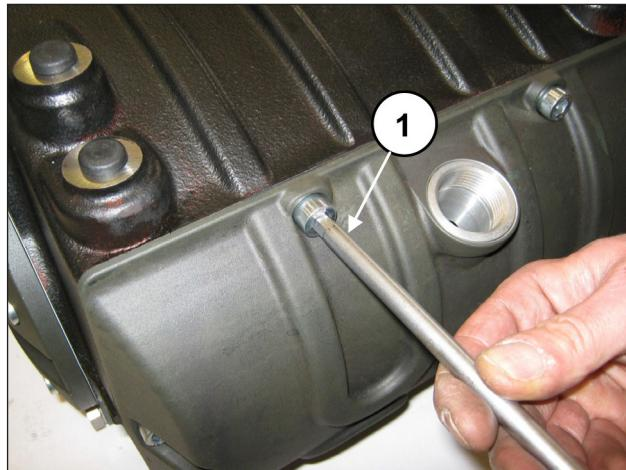

图 2
完全排空泵中的油，然后拆除曲轴箱盖（及相应O形圈），拧松6个螺丝M10（位置①，图 2）。